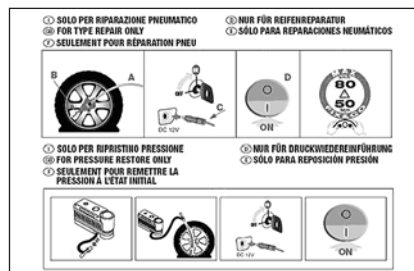

рис. 8
- ☐ Брошюра с инструкцией (см. **рис. 8**), которую следует использовать в качестве руководства по быстрому и правильному использованию комплекта для срочного ремонта. Эту брошюру следует передать персоналу, который будет заниматься отремонтированной шиной;